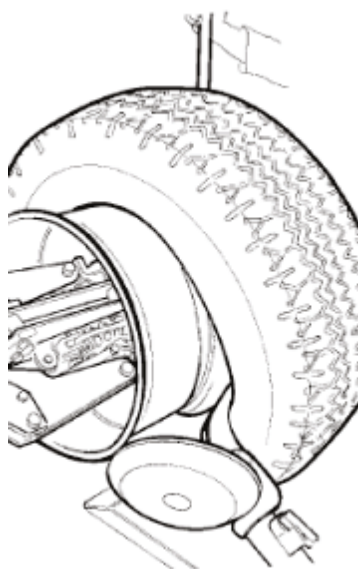

Рис. 18
- Поверните съемный рычаг на 180° и вставьте его между диском и бортиком (см. рис.18). Перемещайте его, пока бортик не окажется на краю диска (лучше делать это на вращающемся колесе).